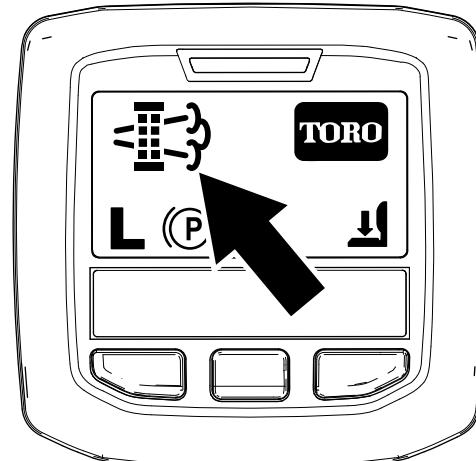

図 35
- 駐車再生やリカバリ再生が必要になると、インフォセンターに再生要求アイコン 図 35 が表示されます。